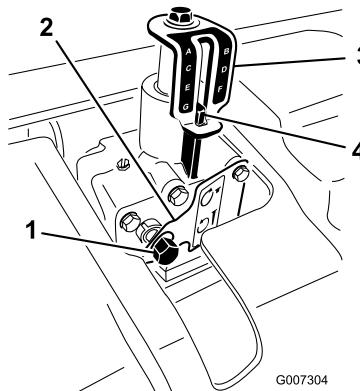

Figure 21
3. Insérez une douille de 9/16" avec rochet sur l'axe d'entrée du dispositif de réglage de profondeur (Figure 21).
5. Tournez le dispositif de réglage de profondeur dans le sens horaire pour réduire la profondeur d'aération et dans le sens antihoraire pour augmenter la profondeur d'aération. (Figure 21).
6. Tournez l'axe d'entrée du dispositif de réglage de profondeur jusqu'à obtention de la profondeur voulue, comme illustré sur l'autocollant indicateur de profondeur (Figure 21).